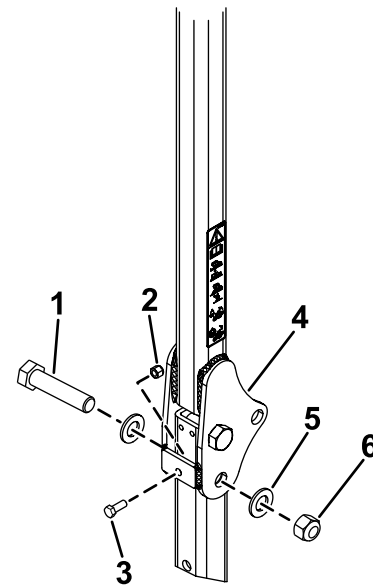

Bild 24
- Legen Sie eine Scheibe (13/16" x 1 1/2") auf jede Schraube (3/4" x 4"), wie in Bild 24 abgebildet.
- Setzen Sie die Schrauben und Scheiben in die Löcher ein, aus denen Sie die Stifte entfernt haben (Bild 24).
wie in Bild 24 abgebildet. Ziehen Sie die Muttern auf ein Drehmoment von 323 bis 396 N·m an.
6. Setzen Sie eine Schraube ($\frac{3}{8}$ "-16 x 1" oder 1 $\frac{1}{4}$ ") mit einer Klemmmutter (Schrauben und Klemmmuttern nicht im Lieferumfang enthalten) in die Gewindeplatte auf jeder Seite des unteren Teils des Überrollbügels im Scharnierbereich ein (Bild 24). Ziehen Sie die Schraube an, bis sie fest am oberen Überrollbügelrohr anliegt, und ziehen Sie die Klemmmutter fest.
7. Ziehen Sie die Drehschraube am Überrollschutz (Bild 24) auf ein Anzugsmoment von 91 bis 113 N·m an, damit der Überrollbügel und das Sonnendach nicht springen.